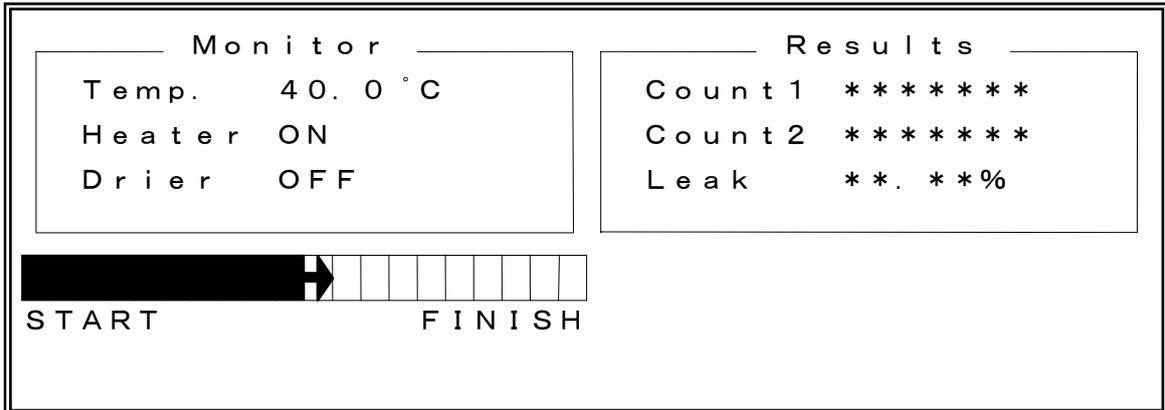

図 4
- 2) 前面パネルの**S T A R T**スイッチを押します。測定の進行状況は図4の測定中画面の左下の矢印で表示します。**M o n i t o r**表示部で現在の状態を表示しています。